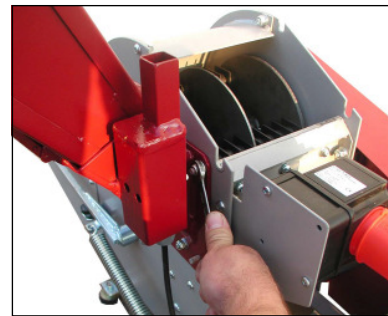

Bild 28
- seitlichen Trichter durch Lösen der 4 Sechskantmutter (SW 13) entfernen (siehe „Bild 28“)
- nach dem Wechsel des Messers muss der seitliche Trichter wieder angeschraubt werden (siehe „Bild 28“)